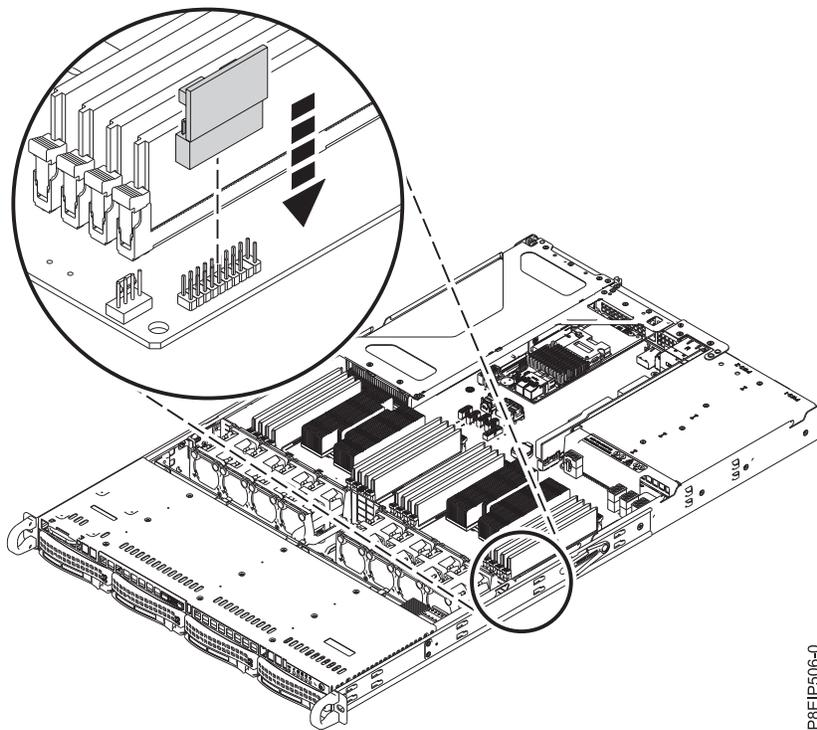

図 72. TPM カードの再取り付け
4. TPM カードを再取り付けします (73 ページの図 72 を参照)。TPM カードは、適切に差し込む必要があります。TPM カードが適切な向きになるように、カードのピンとカード・ソケットの穴を確認してください。TPM カード・ソケットの穴の 1 つがふさがっており、TPM コネクターの対応するピンが除去されています。